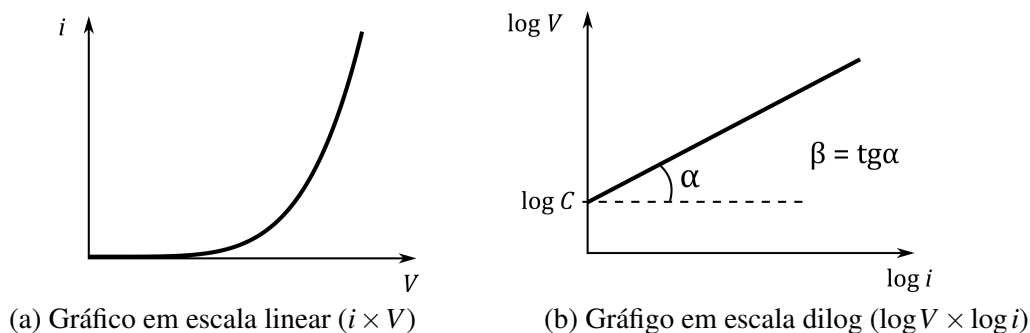

Figura 2 Curva característica do VDR
Uma curva característica típica de um VDR é representada na figura 2(a).
As constantes C e β podem ser determinadas diretamente a partir de um gráfico de $\log V$ em função de $\log i$, como na figura 2(b). De fato, ao aplicar o logaritmo aos dois membros da equação (3), obtém-se uma equação análoga à equação de uma reta: